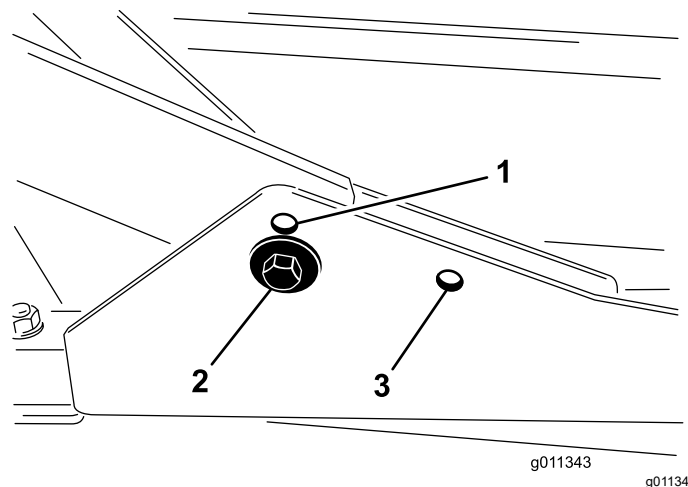

Bild 2
1. Befestigen Sie den vorderen Trägerrahmen für Schnitthöhen im Bereich von 2 cm bis 7,6 cm in den unteren vorderen Befestigungslöchern (Bild 2).
2. Befestigen Sie den vorderen Trägerrahmen für Schnitthöhen im Bereich von 6,3 cm bis 10,2 cm in den oberen vorderen Befestigungslöchern (Bild 2).
Das Heckmähwerk muss für alle Schnitthöhen in den hinteren Befestigungslöchern befestigt sind (Bild 2).